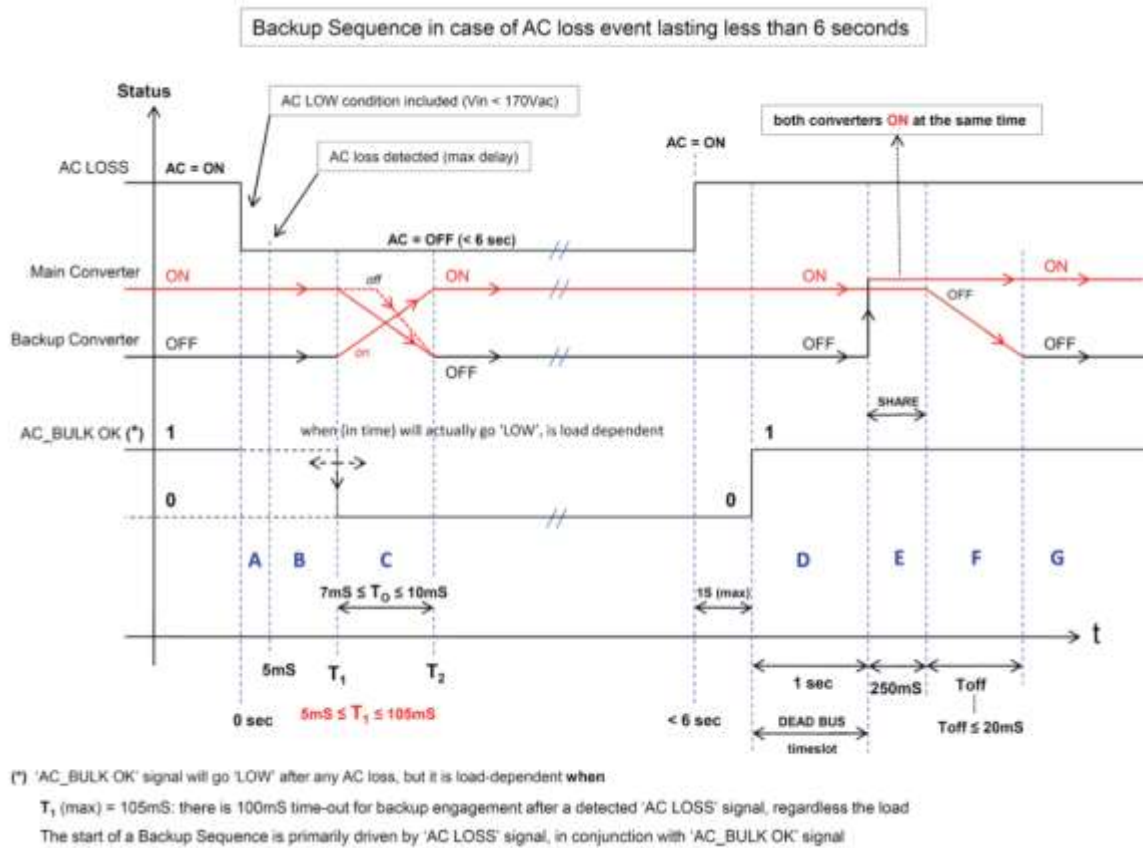
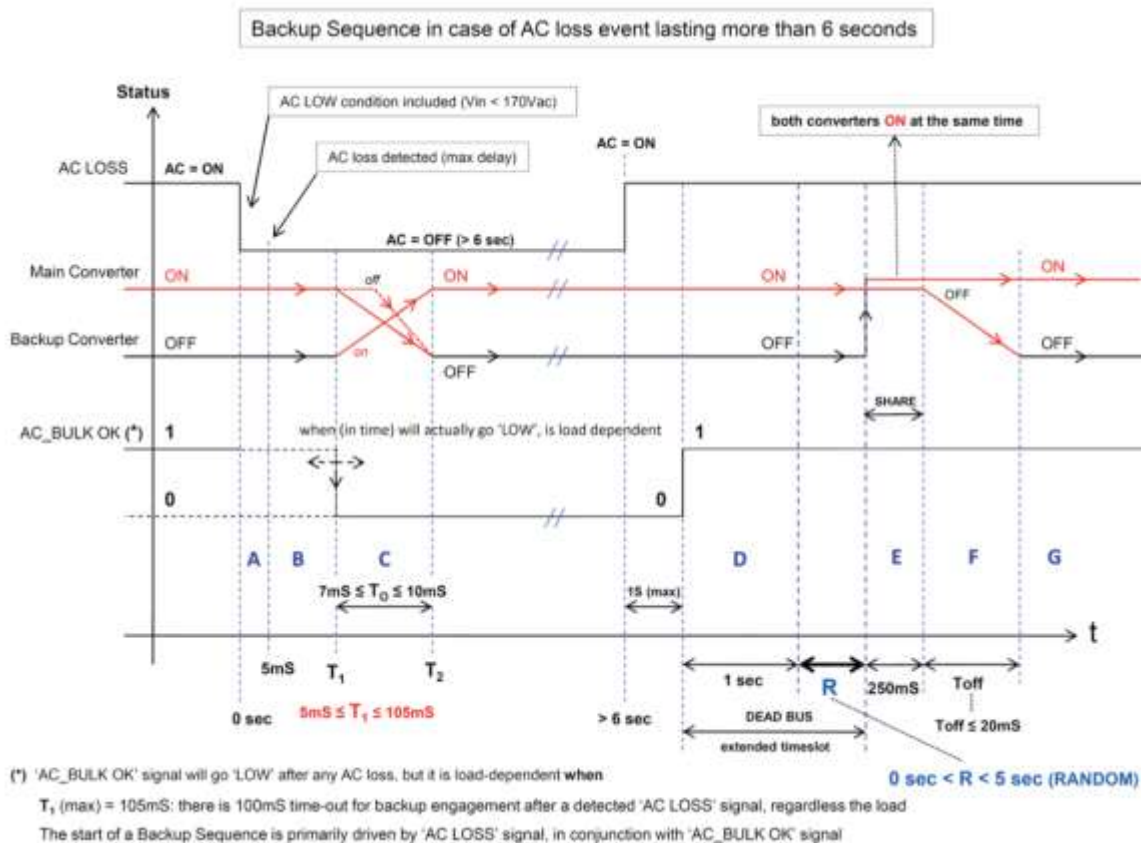

Figure 3 Backup Sequence in Case of AC Loss Event Lasting Less Than 6 Seconds
Figure 4 Backup Sequence in Case of AC Loss Event Lasting More Than 6 Seconds
The DC backup converter is switched ON typically not earlier than 10ms after an actual AC LOSS event, but it will vary. During transitions between the AC input converter and the DC input converter (and vice versa), both converters (AC input and DC input) operate in parallel (see Figure 3 and Figure 4), balancing the load at best.
DC バックアップ・コンバーターは、実際に AC 損失イベントが生じた後、一般的には 10ms を待たずにスイッチ ON にならないが、それは変化するだろう。AC 入力コンバーターから DC 入力コンバーターへの切り替えにおいて（逆もある）、双方（AC/DC）のコンバーターは並列に稼働し、その負荷を最適にバランスする（Figure 3・4 を参照）。
4. If during a backup phase the AC comes back, the DC main converter turns ON only after a valid bulk voltage, in conjunction with a continuous valid AC input, is continuously present for at least 1 second, and works in parallel with the DC backup converter during the following 0.25 seconds, sharing the load at best. If "AC LOSS" or "AC\_BULK OK" signals toggle during these timing intervals, the counters ("1 sec", or "0.25 sec") reset and start over. At the end of the 0.25 second portion, the DC backup converter phases away in a (< 20ms) time window, releasing back the full load to the DC main converter (see Figure 4). This generates a backup sequence mode that guarantees the highest rejection against input AC disturbances/random dips, on top of guaranteed UPS grade performances during AC outage.
4. バックアップ・フェーズにおいて AC が回復しても、この DC メイン・コンバーターは、有効なバルク電圧が最低でも 1 秒以上継続され、また、安定した AC 入力 that 供給されない限り、そのスイッチを ON にしない。そして、DC バックアップ・コンバーターと 0.25 秒間は並列に機能し、最適な負荷分散を実現する。このタイム・インターバルにおいて、"AC LOSS" もしくは "AC\_BULK OK" のトグル信号が送信される場合には、カウンター（1 秒あるいは 0.25 秒）がリセットされ、シーケンス全体がやり直される。この 0.25 秒の最後において、DC バックアップ・コンバーター・フェーズは時間軸を先送りされ（< 20ms）、DC メイン・コンバーターに全負荷を引き戻す（Figure 4 を参照）。それにより、入力 AC の変動およびランダムな変化を的確に除外し、また、AC 停止の間に UPS グレードの性能を保証する、バックアップ・シーケンス・モデルが生成される。
Refer to Figure 3 and Figure 4 for the backup power sequencing.
バックアップ・パワー・シーケンスに関しては、Figure 3 および Figure 4 を参照のこと。